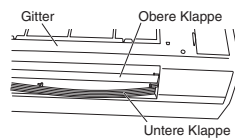

Abb. 3-84
- (5) Die untere Klappe durch aufeinanderfolgendes Lösen der vier Stifte der unteren Klappe entfernen. (Abb. 3-84 und 3-85)